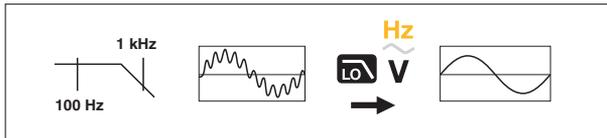

Figura 5. Filtro de paso bajo
Las mediciones de CA emplean un filtro de paso bajo (LO). El filtro bloquea las tensiones no deseadas por encima de 1 kHz. Consulte la Figura 5. Las tensiones de frecuencias inferiores a 1 kHz se miden con menor exactitud. El filtro de paso bajo puede mejorar el rendimiento de la medición de ondas senoidales compuestas que normalmente generan inversores y accionadores de motores de frecuencia variable.